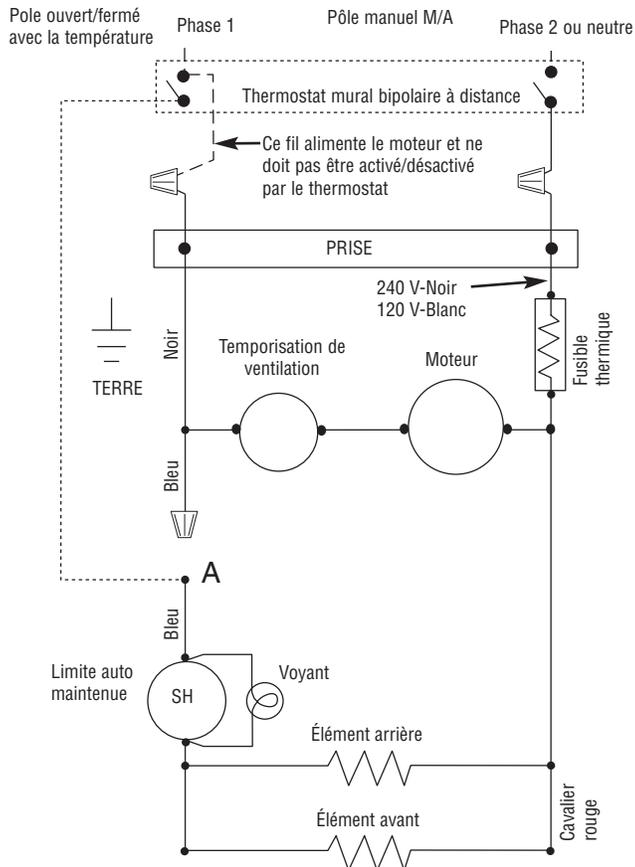

Figure 3 – Câblage pour thermostat à distance
6. **PARA EL TERMOSTATO DE PARED REMOTO DE 2 POLOS, CONECTE EL CABLE DEL CALENTADOR COMO SE MUESTRA EN LA FIG. 3.** Tienda el cableado de campo desde el tablero al termostato de pared. Luego, instale un cable de 3 conductores con tierra, desde el calentador hasta el termostato. (i) Conecte el cable azul A del calentador (Fig. 3) al lado de carga del termostato, en el polo de temperatura ciclada. (ii) Conecte la tierra del campo al cable flexible de tierra del calentador con la tuerca para cable (incluida). (iii) Desde la toma eléctrica, conecte el cable flexible negro (modelos 240/208V) o blanco (modelos 120V) que va desde el fusible térmico al lado de carga del polo de apagado/en-cendido manual del termostato. (iv) Conecte el otro cable flexible negro de la toma eléctrica al voltaje de línea en el lado de la línea del polo de temperatura ciclada del termostato, usando una tuerca para cable provista (Fig. 3).
**REMARQUE** : Les modèles de 1 125 watts seulement peuvent être câblés avec thermostat à distance coupant l'alimentation qui active/désactive tout le radiateur (éléments de chauffe plus moteur de ventilation). Les modèles de 1 500 watts DOIVENT être câblés comme indiqué en Figure 3.